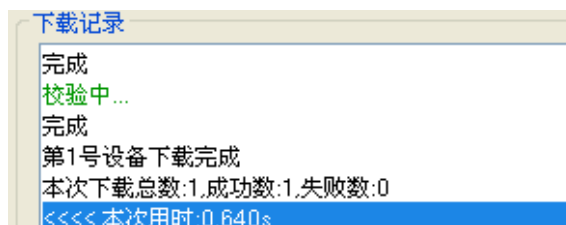

图 2.3.2
i. 下载结束，软件会在 “下载记录” 栏显示当前下载状态，下载成功如图 2.3.2；